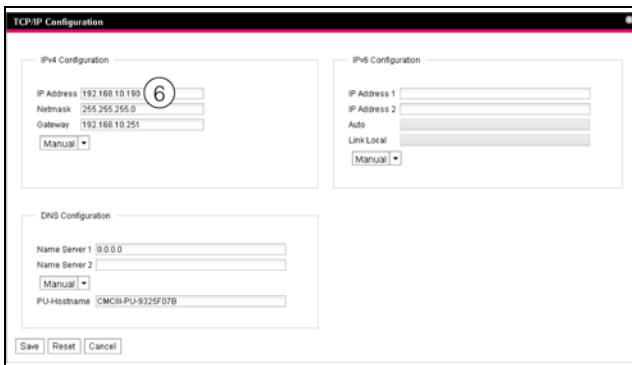

Рис. 11: Настройка подключения TCP/IP
- В окне **TCP/IP Configuration** в группе элементов **IPv4 Configuration** измените IP-адрес устройства на разрешенный в Вашей сети адрес (рис. 11, поз. 6).